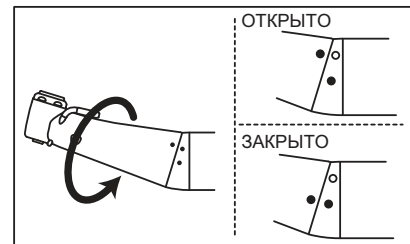

Рис. 11
- 4) Поверните головку в направлении, показанном на Рис.11 до щелчка (символы должны совпасть).
При установке наконечника на мотор убедитесь, что символы ● на наконечнике совпадают. (Рис.11). Если вы устанавливаете наконечник, символы на котором не совпали – наконечник установится неправильно или соединение головки и вала ослабнет и головка отсоединится.